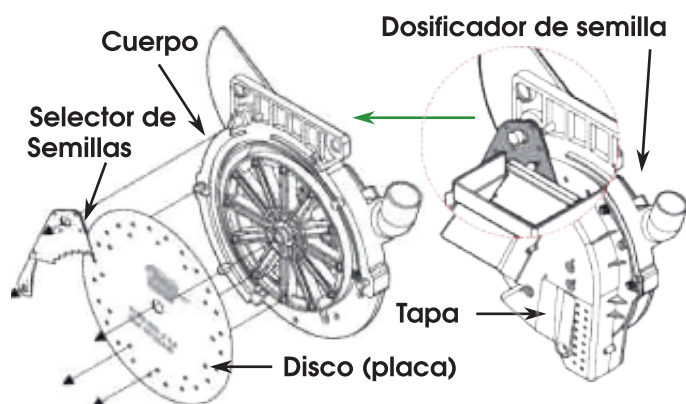

FIGURA No. 19
- Tome el disco con la cara marcada orientada hacia la tapa (**Figura No. 19**), móntelo sobre el eje central del dosificador, rótelo hasta que las guías coincidan con los orificios del disco.